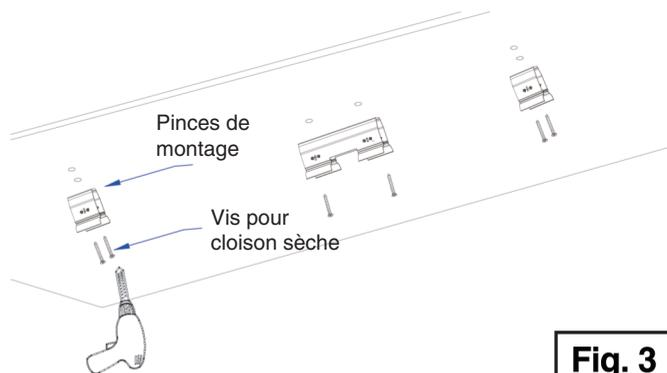

Fig. 3
3. Fixez les pinces de montage: Comme illustré dans la **Fig 3**., utilisez les vis pour cloison sèche (**B**) pour fixer les pinces de montage (**A**) sur le plafond. Fixez les supports de connexion (**F**) et les supports d'extrémités (**I**). Laissez les loquets des supports soulevés.